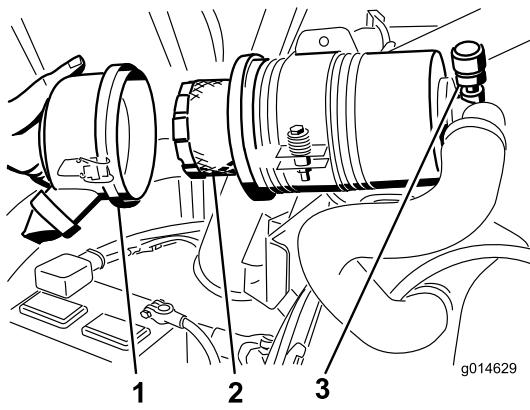

Bild 51
3. Nehmen Sie den Filter heraus und wechseln Sie ihn (Bild 51).